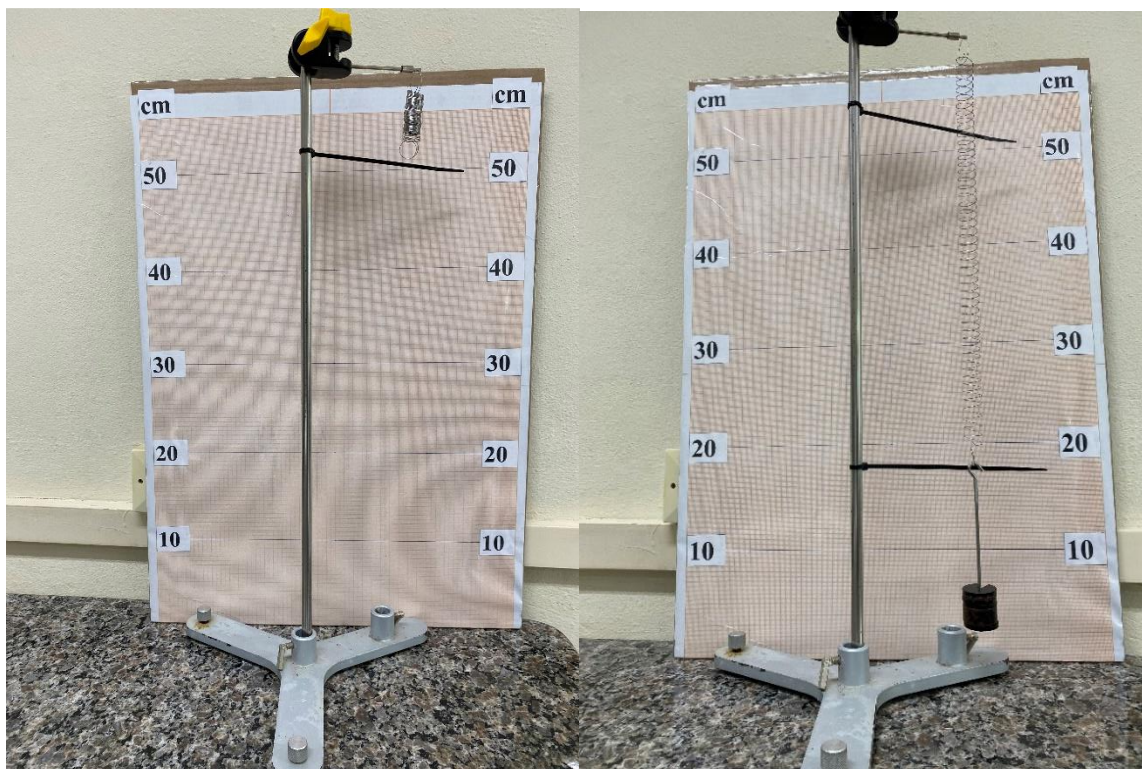

Figura 1: A esquerda: Mola sem massa. A direita: Deformação da mola devido a massa pendurada.
A Figura 1 mostra a montagem experimental. O equipamento a ser utilizado é um suporte vertical na qual uma mola é pendurada numa de suas extremidades, estando a outra livre. Na extremidade livre, pendura-se uma massa  $m$  escolhida arbitrariamente para produzir deformação  $x$  na mola. Nesta situação, o módulo da força  $F$  exercida pela mola é igual a força peso  $mg$  onde  $g$  é a aceleração da gravidade local:
- Ajuste o abraçador nylon superior (cursor superior) na extremidade inferior da mola, veja a Figura 1.
- Para cada massa  $m$  indicada na **Tabela 1**, meça na balança digital e anote o valor medido da massa e depois pendure na extremidade livre da mola e ajuste o abraçador nylon inferior (cursor inferior) na extremidade inferior, veja a Figura 1. A deformação  $x$  da mola é a distância entre os cursores, meça com a trena ou na escala do anteparo e anote o valor da deformação na coluna correspondente da **Tabela 1**. Repita este procedimento até encontrar três valores próximos.